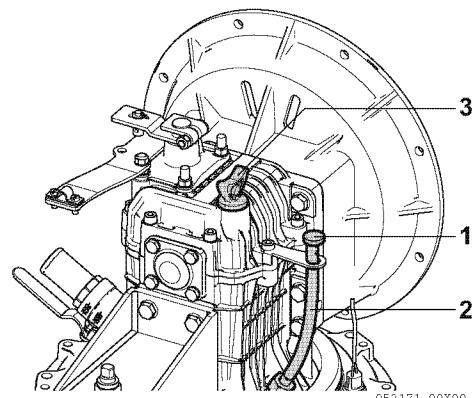
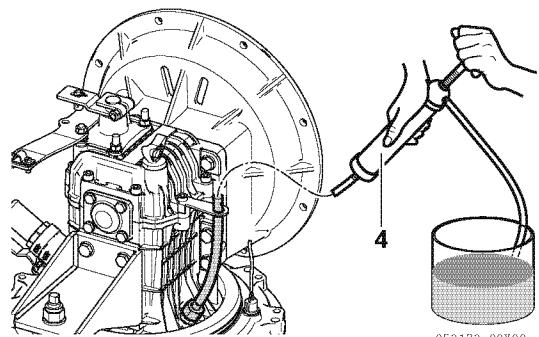

Abbildung 9
Abbildung 10
1. Zum Ölwechsel muss der Stopfen (1, **Abbildung 9**) vom Ölabsaugrohr (2, **Abbildung 9**) entfernt werden. Das Absaugen kann mit einer Handpumpe erfolgen (4, **Abbildung 10**).
2. Den Schlauch der Handpumpe (4, **Abbildung 10**) durch das Absaugrohr (2, **Abbildung 9**) schieben und die Flüssigkeit absaugen.
4. Den Ölmessstab (3, **Abbildung 9**) herausschrauben.
6. Den Ölmessstab einschrauben (3, **Abbildung 9**).